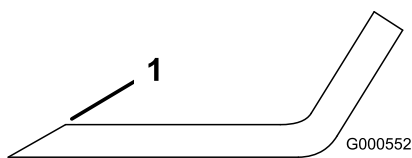

Figure 77
1. Au moyen d'une lime, aiguissez les tranchants aux deux extrémités de la lame (Figure 77).
Remarque: Si la lame est déséquilibrée, limez un peu l'extrémité de l'ailette seulement (Figure 77).